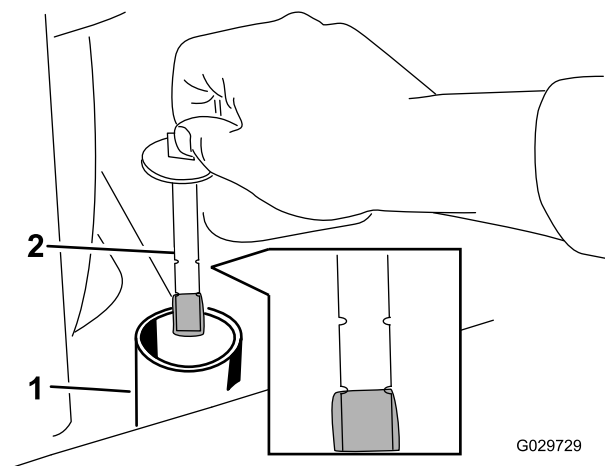

Figure 63
8. Enlevez le bouchon du goulot de remplissage et vérifiez le niveau de liquide sur la jauge (Figure 63).